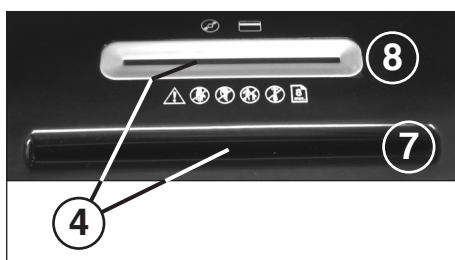

Fig. 2
- 4 = Barrera fotoeléctrica (avance) (Fig. 2)
- 7 = Ranura de alimentación de papel (Fig. 2)
- 8 = Ranura de alimentación de seguridad (Fig. 2)
Introduzca papel por la ranura de alimentación de papel (7) (Fig. 2) al mecanismo de corte. Introduzca los soportes de datos (CD, DVD o tarjeta de crédito), uno a uno, por la ranura de alimentación de seguridad, dispuesta separadamente, (8) (Fig. 2) al mecanismo de corte.